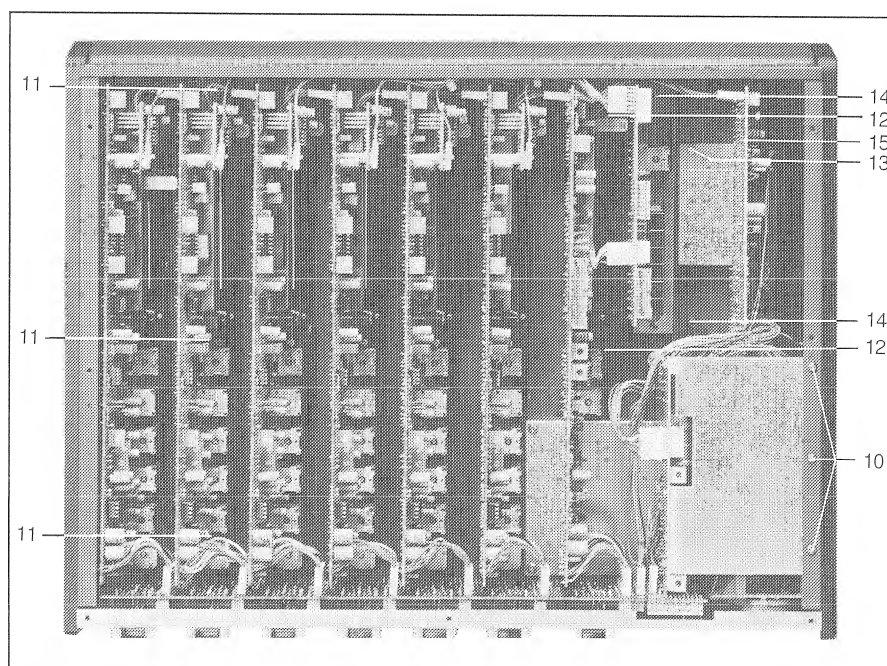
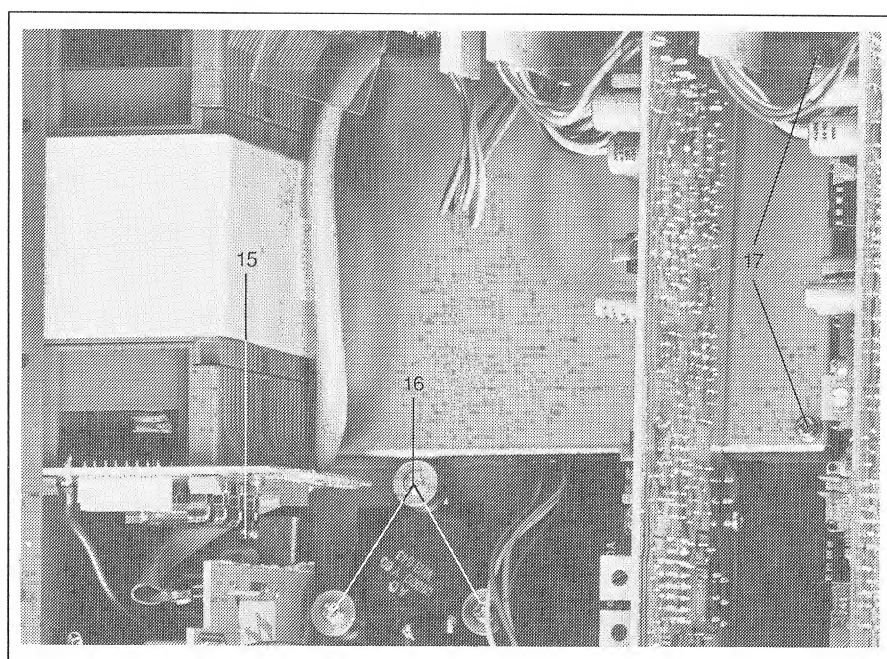

Fig. 5
Fig. 6
- 3 Schrauben Fig. 5 [10] lösen.
- 3 Schrauben Fig. 5 [11] lösen.
- 2 Schrauben Fig. 5 [12] lösen.
- 1 Schraube Fig. 5 [13] lösen.
- 2 Schrauben Fig. 5 [14] lösen.
- 2 Schrauben Fig. 5 [15], Fig. 6 [15] lösen.
- Am Lautsprecher die 3 Schrauben Fig. 6 [16] lösen und die Klemmhülsen von den Mutterbolzen entfernen.
- ☐ 2 Schrauben Fig. 6 [17] lösen. Abschirmblech und Anzeige-Einheit können entfernt werden.